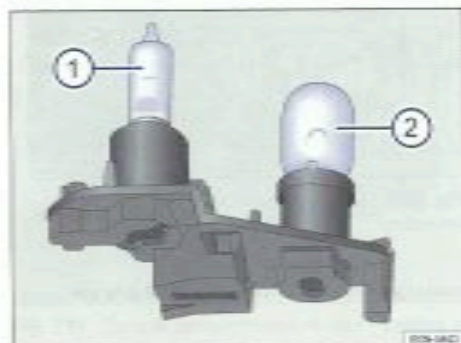

Fig. 230 Porte-ampoules avec ampoule de feu arrière de brouillard ① et ampoule de feu rouge arrière ②.
- Remplacez l'ampoule de feu arrière de brouillard → fig. 230 ① ou l'ampoule de feu de recul déficiente ② par une ampoule neuve de même version.